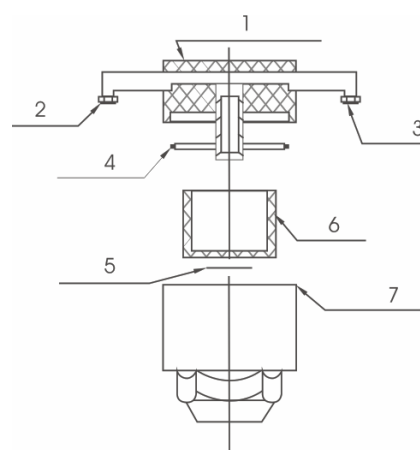

Figure 13
2. Регулярно очищайте водный фильтр (рис. 13). Процесс описан в главе «Замена изнашивающихся частей».